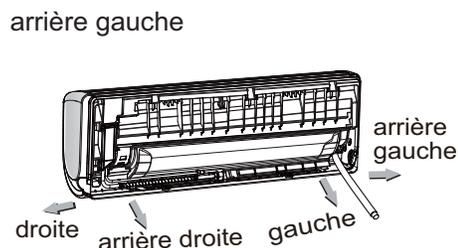

Fig. 8 – Acheminement de la conduite de frigorigène
Vous pouvez acheminer les conduites de frigorigène dans l'un des quatre sens indiqués à la fig. 8.
2. Retirez l'opercule défonçable (voir la fig. 8).